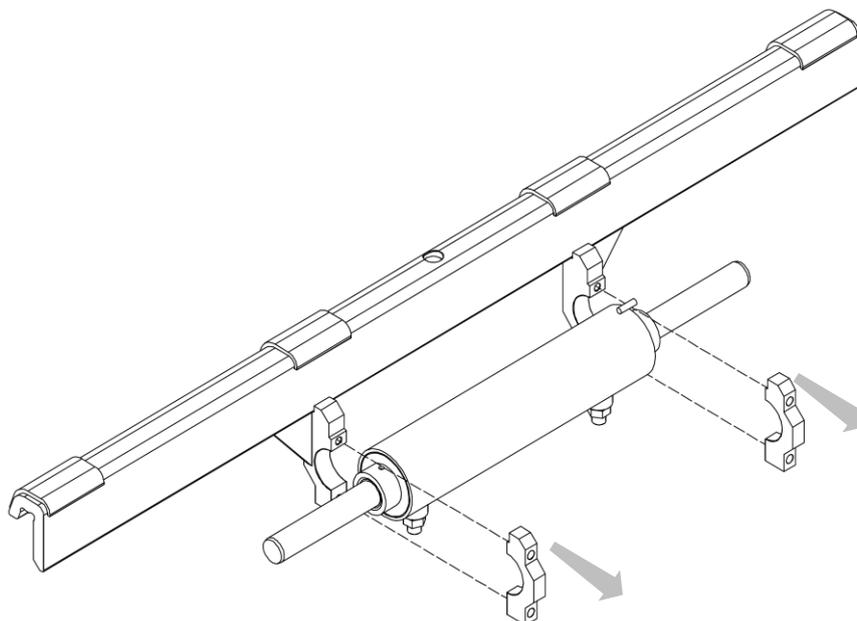

Abbildung 22
3. Entfernen Sie die vorderen Halbklemmrings und nehmen Sie den Zylinder weg von seinem Sitz (siehe *Abbildung 22*).